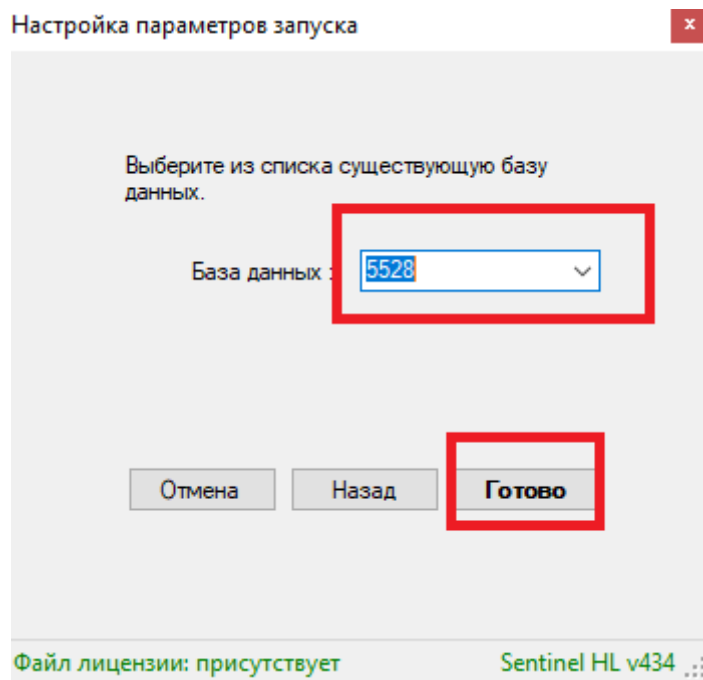

Рисунок 171. Шаг 5
5. После выбора необходимой БД, необходимо нажать кнопку «Готово» (рисунок 171).